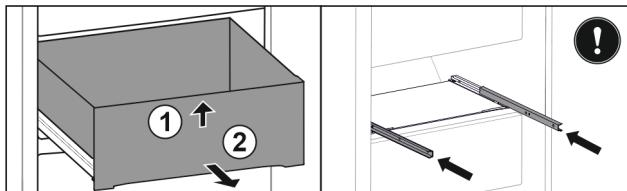

Fig. 40
- Поднимите выдвижной ящик спереди *Fig. 40 (1).*
- Извлеките движением вперед *Fig. 40 (2).*